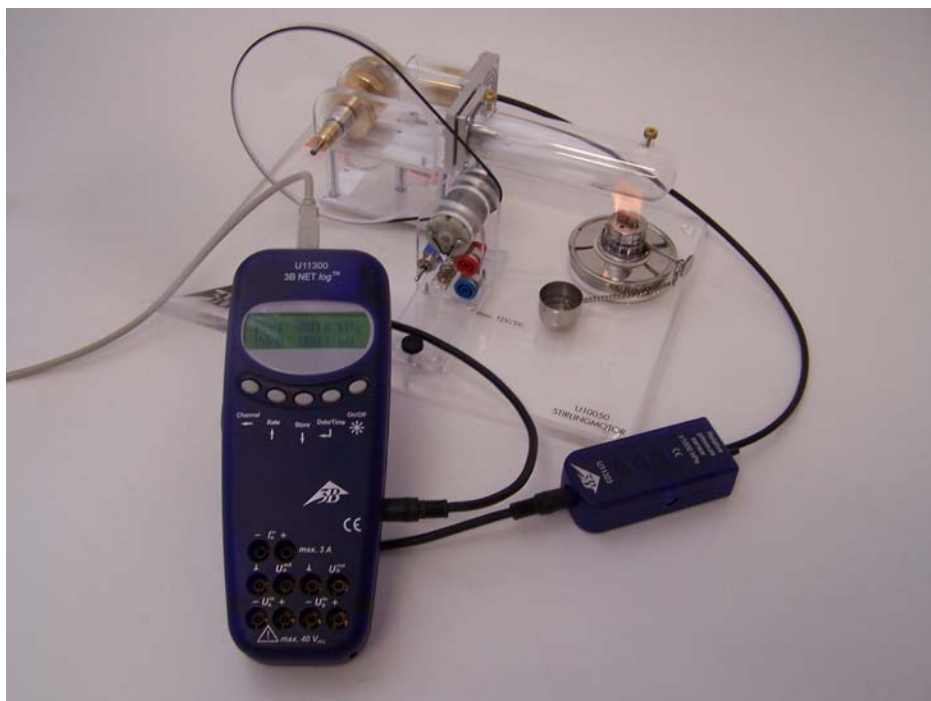

Fig. 1 Struttura dell’esperimento per la registrazione dei valori della pressione di esercizio nel motore Stirling rotante U10050
- Struttura di prova come da fig. 1.